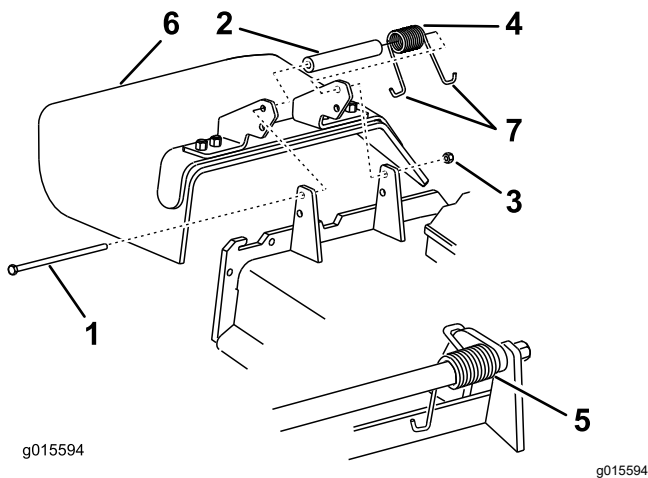

Figure 92
1. Retirez le contre-écrou, le boulon, le ressort et l'entretoise qui fixent le déflecteur aux supports de pivot (Figure 92).
2. Enlevez le déflecteur s'il est endommagé ou usé (Figure 92).
Remarque: Prenez soin de placer 1 extrémité en J du ressort derrière le bord du tablier avant de mettre le boulon en place, comme montré à la Figure 92.
6. Accrochez l'extrémité en J du ressort au déflecteur d'herbe (Figure 92).